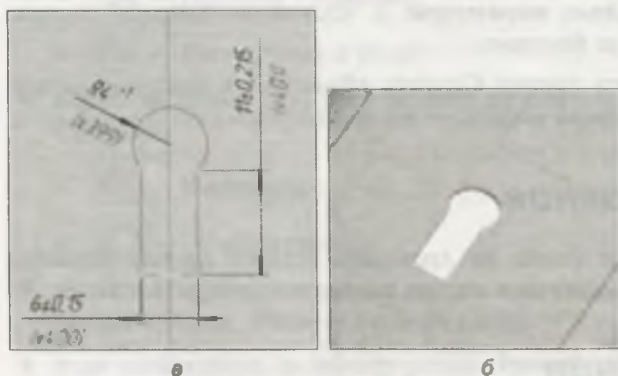

Рис. 29.28. Эскиз выреза (а); вырез в модели (б)
- ♦ на этой детали выделите поверхность крышки и создайте на ней эскиз, как на рис. 29.28;